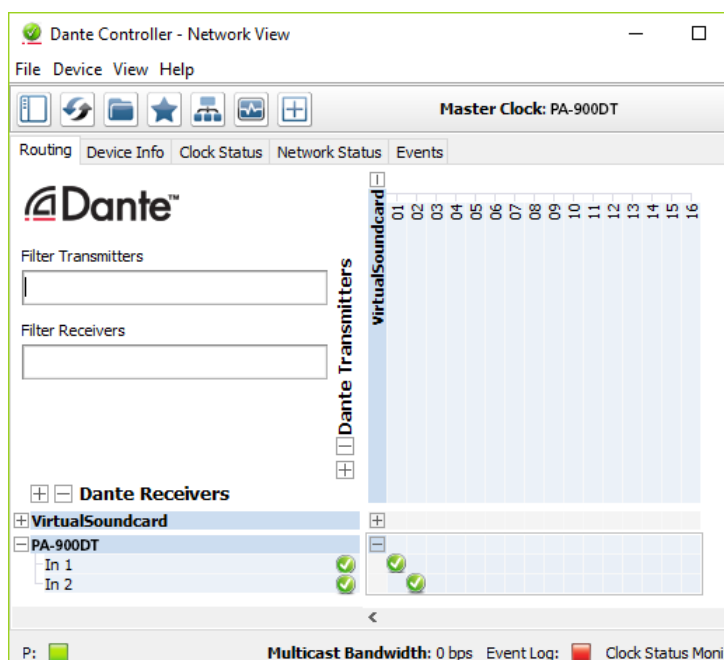

Abb. 9 Routing von der Tonquelle „VirtualSoundcard“ zum Empfänger „PA-900DT“
- 1) Im „Network View“-Fenster unter „Routing“ die Kanäle des gewünschten Dante-Transmitters unter „Dante Transmitters“ sowie die Kanäle des PA-900DT unter „Dante Receivers“ durch Klicken auf das  öffnen (siehe Abbildung 9).